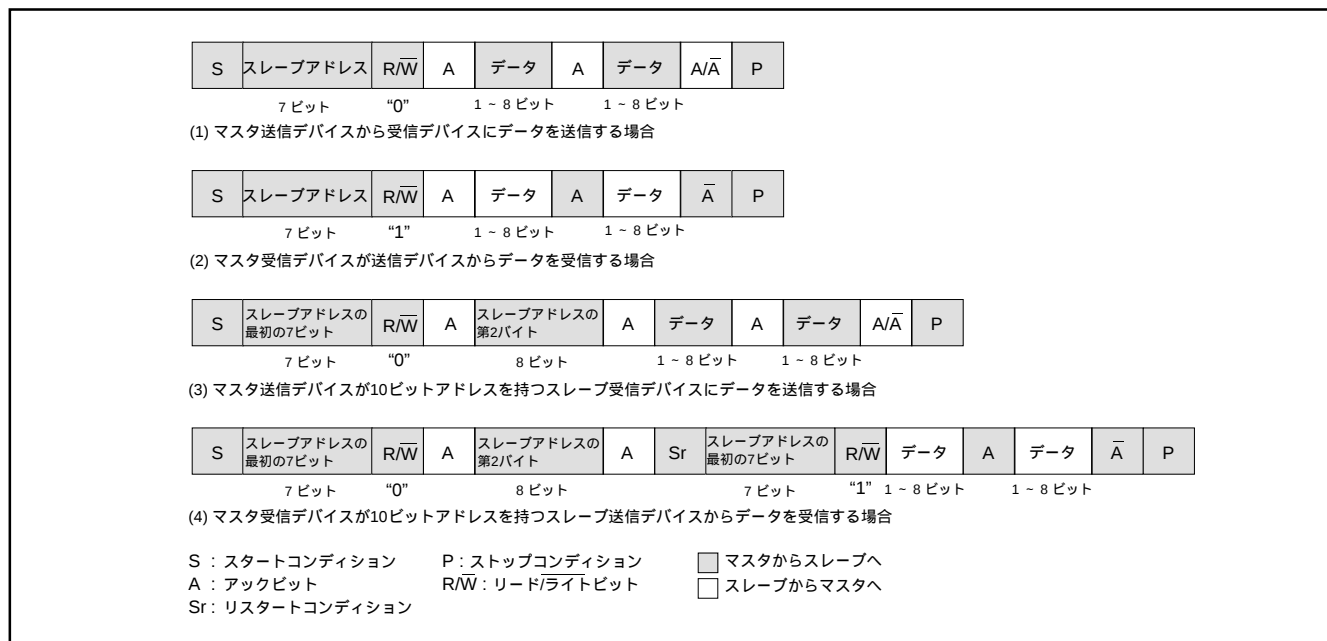

図 8.6.12 アドレスデータ通信フォーマット
(1) 7 ビットアドレスリングフォーマット
7 ビットアドレスリングフォーマットに対応するために、 I^2C コントロールレジスタ (00DA16 番地) の 10BIT SAD ビットを “0” にしてください。マスタから送信された最初の 7 ビットのアドレスデータと、 I^2C アドレスレジスタ (00D816 番地) に格納された上位 7 ビットのスレーブアドレスを比較します。この比較時には、 I^2C アドレスレジスタ (00D816 番地) の RBW ビットのアドレス比較は行われません。7 ビットアドレスリングフォーマット時のデータ伝送フォーマットは図 8.6.12 の (1), (2) を参照してください。
(2) 10 ビットアドレスリングフォーマット
1 バイト目のアドレスデータとスレーブアドレスが一致した場合には、 I^2C ステータスレジスタ (00D916 番地) の AAS ビットが “1” にセットされます。2 バイト目のアドレスデータは、 I^2C データシフトレジスタ (00D716 番地) に格納した後、ソフトウェアで 2 バイト目のアドレスデータとスレーブアドレスのアドレス比較を行ってください。2 バイトのアドレスデータとスレーブアドレスが一致した場合には、 I^2C アドレスレジスタ (00D816 番地) の RBW ビットをソフトウェアで “1” にしてください。この処理により、リスタートコンディション検出後に受信する 7 ビットのスレーブアドレス及び R/W のデータと I^2C アドレスレジスタ (00D816 番地) の値を一致させることができます。10 ビットアドレスリングフォーマット時のデータ伝送フォーマットは図 8.6.12 の (3), (4) を参照してください。